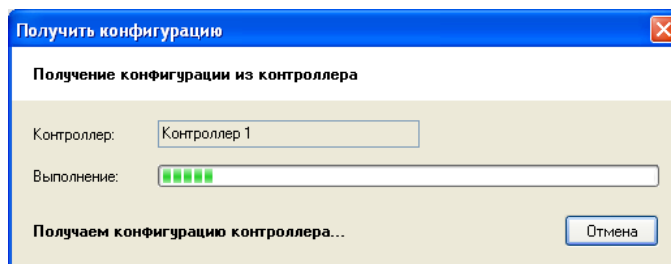

Рисунок 30
- 7) Нажмите кнопку "Выбрать", на экране отобразится процесс чтения конфигурации (см. Рисунок 30), и дождитесь окончания обмена данными с контроллером.